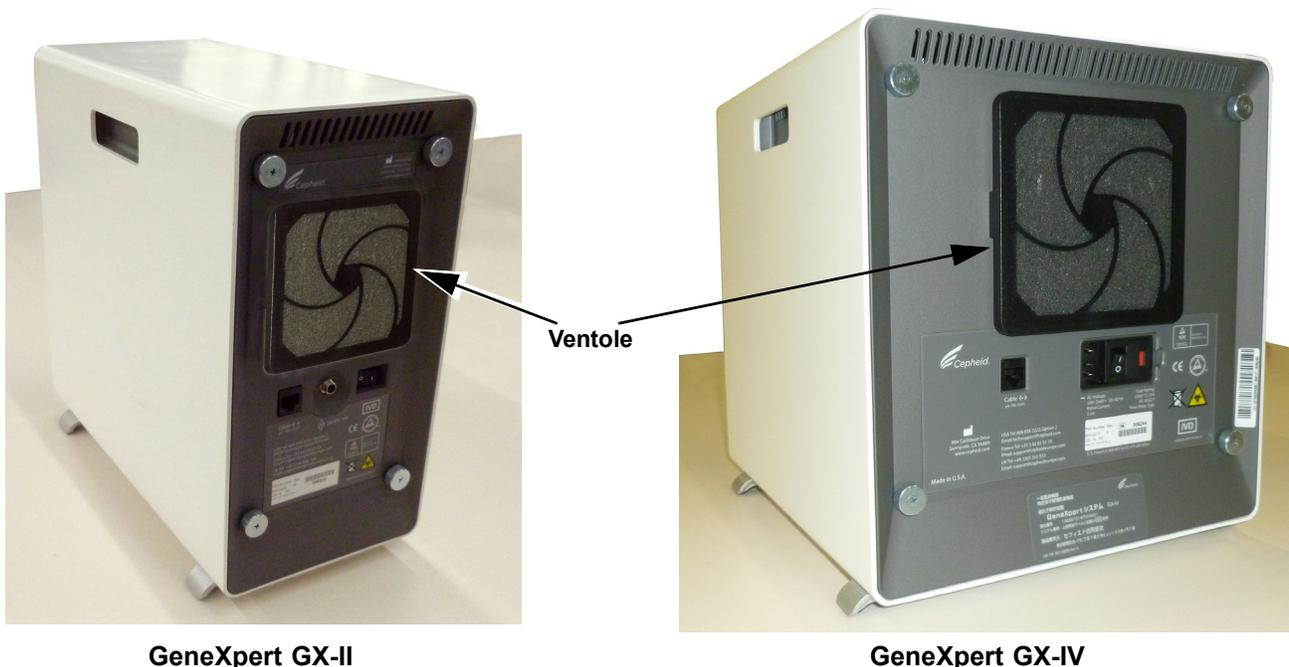

Figura 9-8. Strumenti GeneXpert GX-II e GeneXpert GX-IV posizionati per l'accesso alle ventole
Se si utilizza lo strumento in un'area con presenza elevata di contaminanti, polvere o fumo, i filtri delle ventole vanno puliti una volta alla settimana o più spesso, se necessario. Sostituire i filtri delle ventole ogni tre mesi o più spesso, se necessario. In entrambi gli strumenti, GeneXpert GX-II e GeneXpert GX-IV, è presente un solo filtro della ventola. I filtri delle ventole si trovano sul retro degli strumenti (vedere la Figura 9-8). Di seguito sono riportati i materiali necessari per la procedura.
3. Riposizionare lo strumento in modo che il filtro della ventola sia agevolmente accessibile. Vedere la Figura 9-8.
Pulire i filtri delle ventole una volta alla settimana o più spesso, all'occorrenza, se si utilizza lo strumento in un'area con presenza elevata di contaminanti, polvere o fumo. Sostituire i filtri delle ventole ogni tre mesi o più spesso, se necessario. In entrambi gli strumenti, GX-II e GX-IV, è presente un solo filtro della ventola. I filtri delle ventole si trovano sul retro degli strumenti. Vedere la Figura 9-8. Di seguito sono riportati i materiali necessari per la procedura.